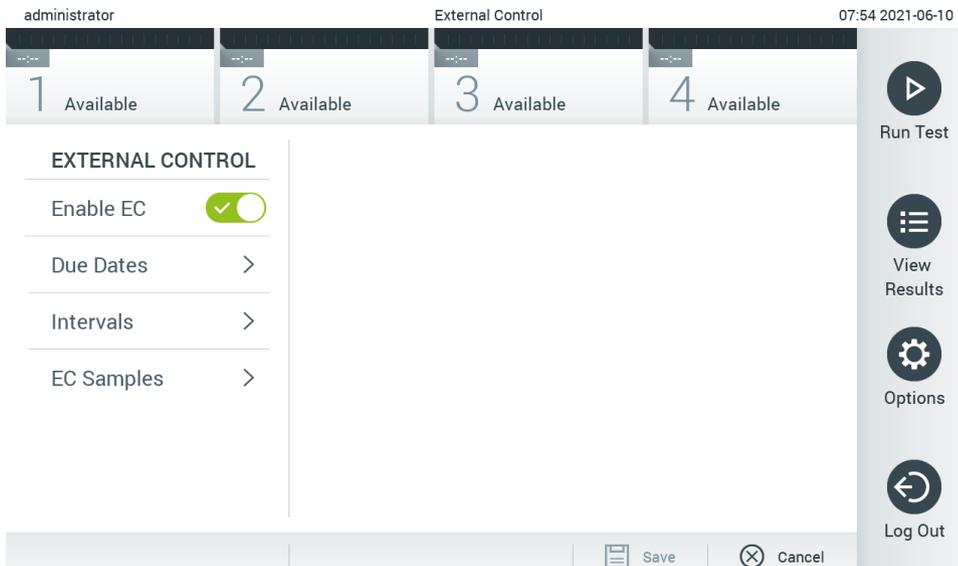

Figura 50. Pantalla External Control (Control externo).
2. Pulse el botón de conmutación **Enable EC** (Habilitar EC) para activar la función (figura 50).